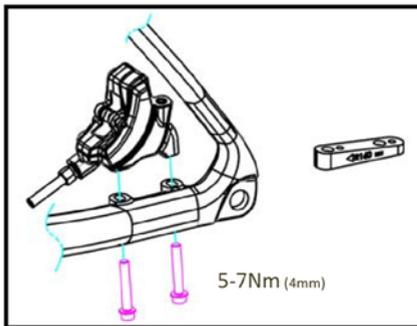

Figura D-2 Alinear la pinza trasera con los orificios de montaje de la horquilla.
- Acople la pinza a la horquilla o al cuadro mediante dos tornillos de montaje, pero no apriete completamente todavía. (**Figura D-2**)